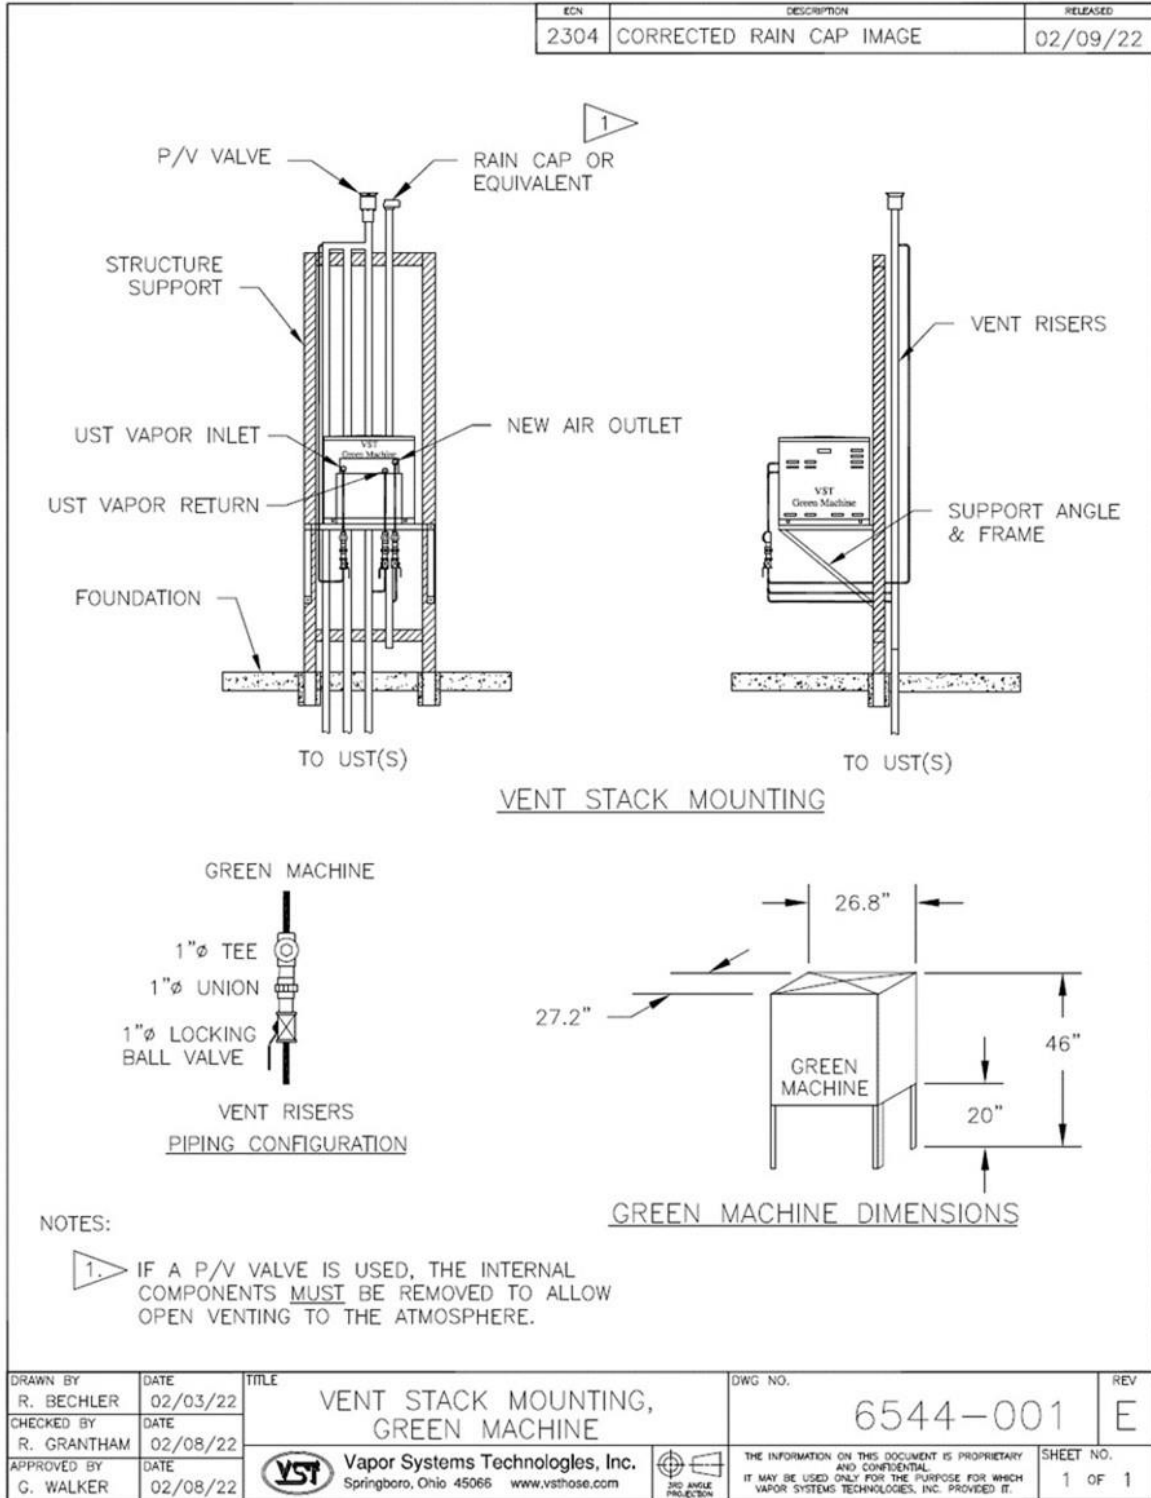

Figura 1-3: Instalación en la chimenea de ventilación
- **Vea la figura 1-3** para la ilustración.